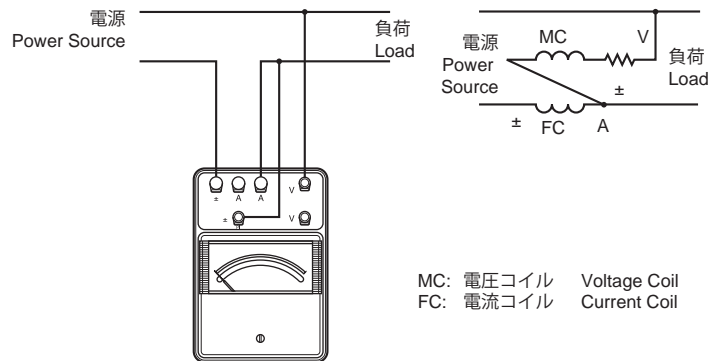

Fig. 3-1
(1) 電圧コイルが負荷側に結線された場合の補償
- 電源インピーダンスが低く電圧変動の少ない場合、または比較的負荷電力の少ない場合は、Fig. 3-1 のように結線し電圧コイルの損失は負荷を切離したときの指示値にほぼ等しくなります。この値を始めの指示値から引けば真の負荷電力が得られます。
- If the power source impedance is low and the voltage fluctuation is small or the load power is comparatively small, the connections are as shown in Fig. 3-1, and the power loss of the voltage coil is almost the same as the indication when the load is disconnected.